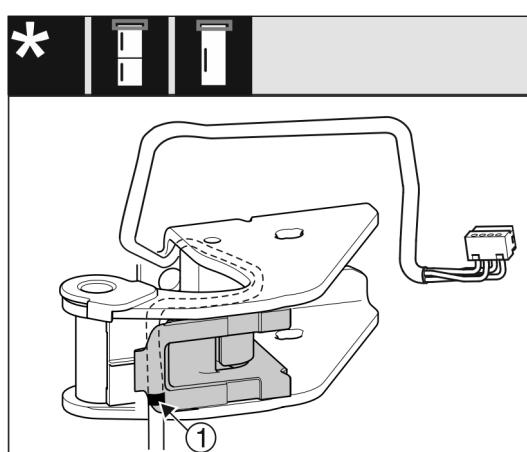

Fig. 28
- Prostřední značka přitom musí být na hraně držáku kabelu Fig. 28 (1).